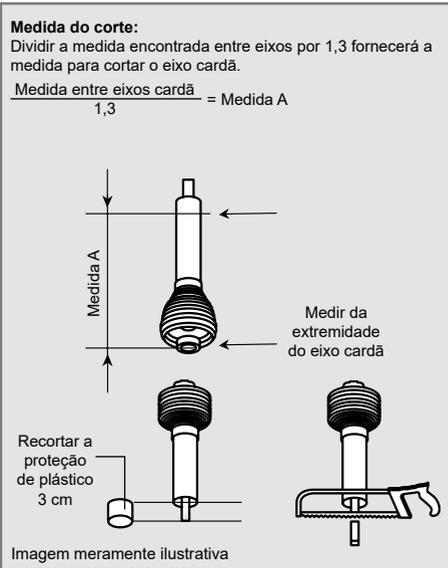

Figura 2
- A medida encontrada entre os eixos da tomada de força deve ser dividida por 1,3. O valor dessa divisão indicará a medida A, marque o eixo cardã com a medida A e corte a sobra, conforme indicação na Figura 2.